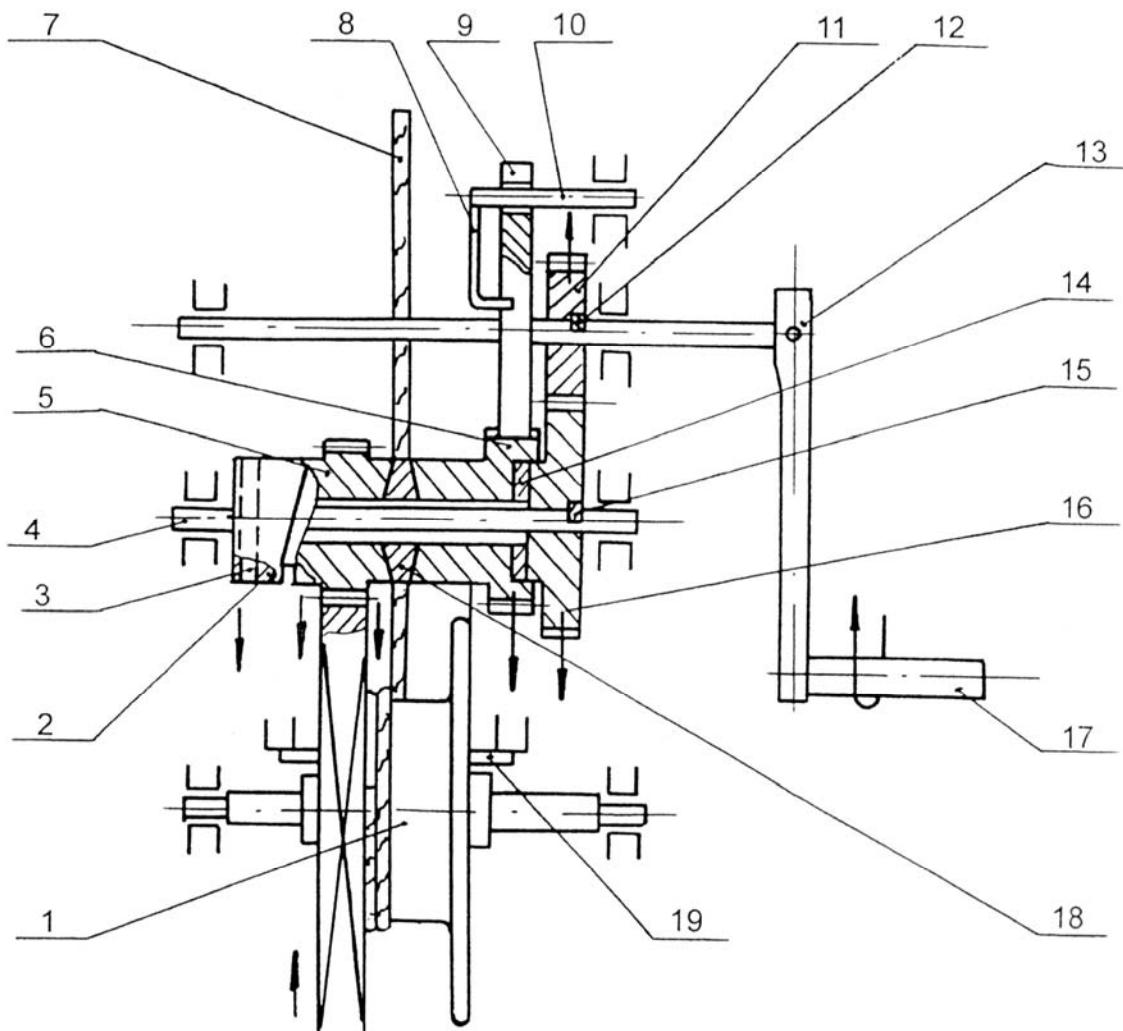
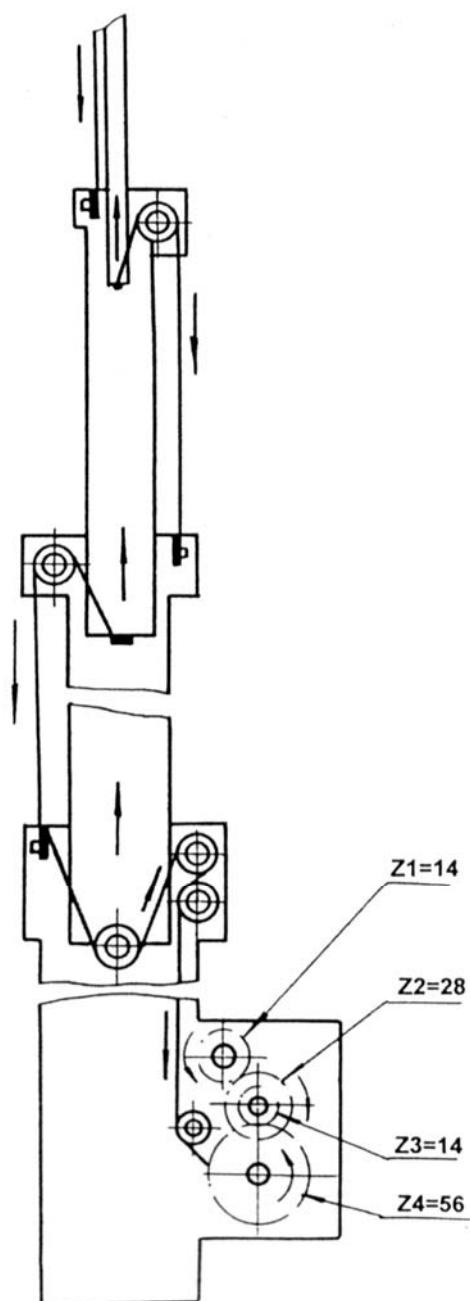
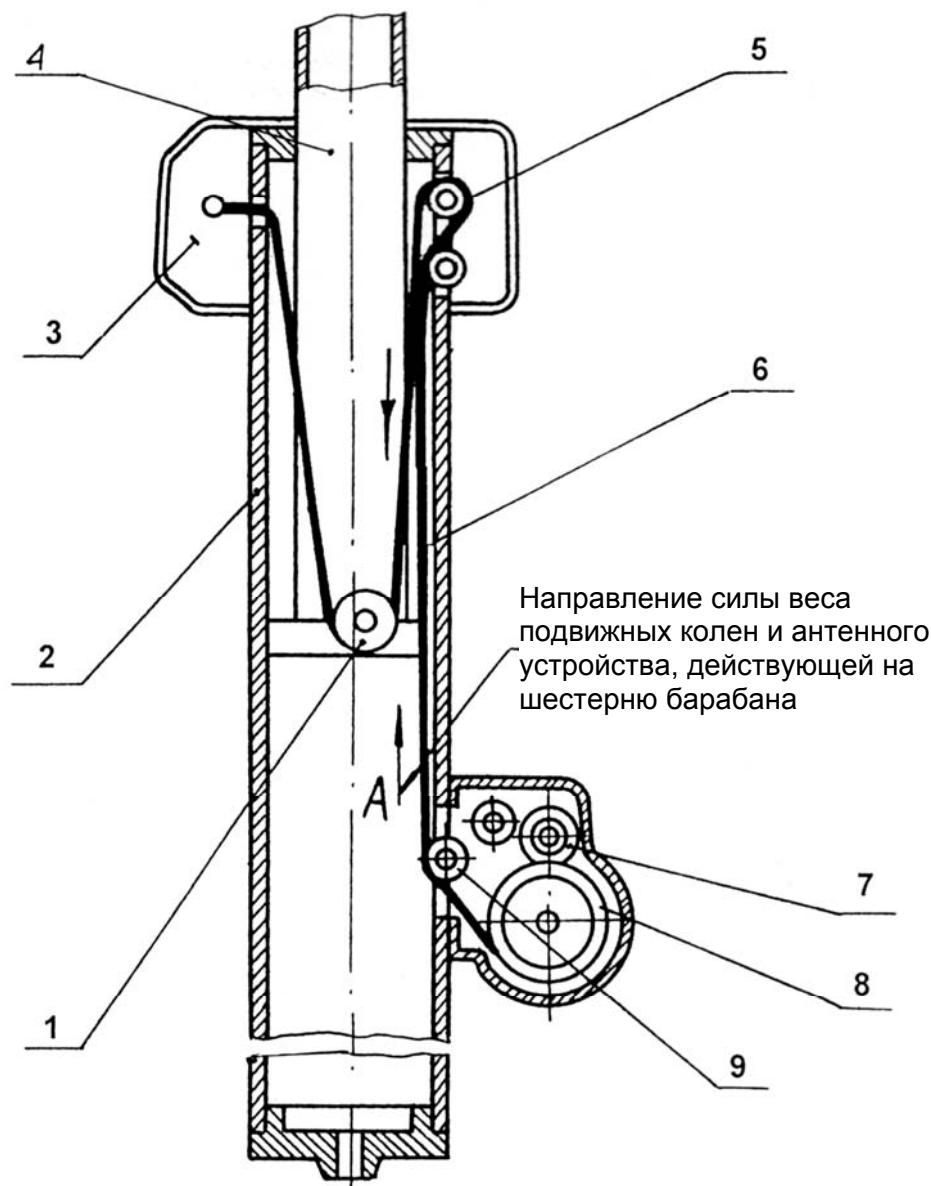

Рис. 9 – Схема механизма лебедки
Рис.11 – Кинематическая схема телескопической мачты
Рис.12 – Схема соединения троса второго колена с первым коленом и барабаном лебедки
Механизм лебедки, схема которого приведена на рис. 9, состоит из следующих основных частей:
- шестерни (см. рис. 9), которая составляет одно целое с барабаном 1, на который наматывается трос;
При развертывании мачты рукоятка 17 вращается по часовой стрелке (см. рис. 9), при этом шестерня 11 передает вращение шестерне 16 и специальной гайке 2, которая жестко закреплена на оси 4 с шестерней 16. Так как в специальной гайке на торце имеется винтовой выступ, а на шестерне 5 соответствующая винтовая впадина, то с началом вращения, гайка, упираясь своим винтовым выступом в винтовую впадину шестерни 5, сдвигает последнюю вправо. При этом шестерня 5 приводит в сцепление с
В результате получается одновременный подъем всех колен (рис. 11). Собачка 9 (см. рис. 9) при развертывании мачты постоянно соприкасается с зубьями храпового колеса 6, вследствие чего в механизме лебедки прослушиваются характерные щелчки.
Если при развертывании мачты прекратить вращение рукоятки, то усилие, прикладываемое к рычагу лебедки и передаваемое на шестерню 5 заменит сила, состоящая из веса поднимаемой части мачты и веса антенного устройства. Эта сила будет действовать на зубья шестерни барабана 1 по стрелке «А» (рис. 12) и не позволит шестерни 5 (см. рис. 9) выключиться из фрикционного зацепления. Так как храповое колесо 6 будет зажато, то оно не даст возможности поворачиваться фрикционному тормозу благодаря собачке 9 (см. рис. 9), которая упрется во впадину храпового колеса 6, и механизм лебедки вращаться не будет.
При свертывании мачты рукоятка 17 (см. рис. 9) вращается против часовой стрелки, вследствие этого весь механизм вращается в сторону, противоположную указанный стрелками. Специальная гайка 2 вершиной своего винтового выступа подходит к срезу винтовой впадины на шестерне 5. Между специальной гайкой 2 и шестерней 5 создается зазор величиной 0,2...0,4 мм (рис. 13).
Так как шестерня 5 (см. рис. 9) сидит свободно на оси 4, то она передвинется влево по этой оси и фрикционное сцепление прекратится. Шестерня 5 начнет вращать шестерню с барабаном 1. С последнего будет сматываться трос. Одновременно с этим под действием собственного веса всех подвижных коленьев и антенного устройства коленя начнут входить одно в другое до тех пор, пока не сойдутся хомуты на них. После схождения хомутов вращение рукоятки прекратить. Палец 19, перемещаясь в пазу барабана 1, упирается в выступы корпуса и ограничивает вращение рукоятки при свертывании мачты. После того, как мачта будет полностью свернута, дальнейшее вращение рукоятки против часовой стрелки станет невозможным. Это устраняет возможность запутывания троса лебедки.
Если при свертывании мачты прекратить вращение рукоятки, то сила «А» (см. рис.12), действующая на трос при развертывании и свертывании мачты в одну и ту же сторону, заставит весь механизм лебедки поворачиваться в обратную сторону. Благодаря давлению зубьев шестерни барабана 1 (см. рис. 9) на зубья шестерни 5, последняя под действием винтового выступа сдвинется вправо и получится фрикционное сцепление. Собачка 9, упираясь во впадину храпового колеса 6, не даст возможности поворачиваться всему фрикционному тормозу, и механизм лебедки вращаться не будет. В результате этого самостоятельного опускания мачты не произойдет.